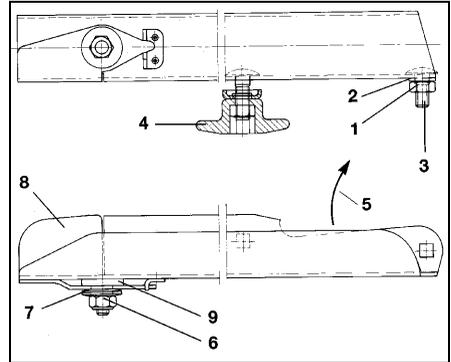

Fig. 39
- Desserrez l'écrou autobloquant (laiton Cu Zn) (Fig. 39/6) et retirez-le avec les rondelles élastiques (Fig. 39/7).
- Remplacez l'extrémité de l'aube relevable (Fig. 39/8).
Veiller au positionnement correct des rondelles en plastique (Fig. 39/9) entre l'aube d'épandage et l'extrémité de l'aube relevable.
- Serrez l'écrou autobloquant (Fig. 39/6) à **6 - 7 Nm** de manière à ce que le bout d'aube relevable puisse être encore relevé manuellement mais qu'il ne puisse pas se relever plus haut de lui-même en cours de travail.